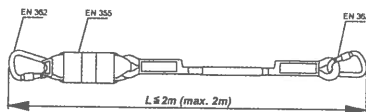

Fig.3
- Connection de l'absorbeur avec le harnais: utiliser le point d'attache EN 361 (Fig.3)